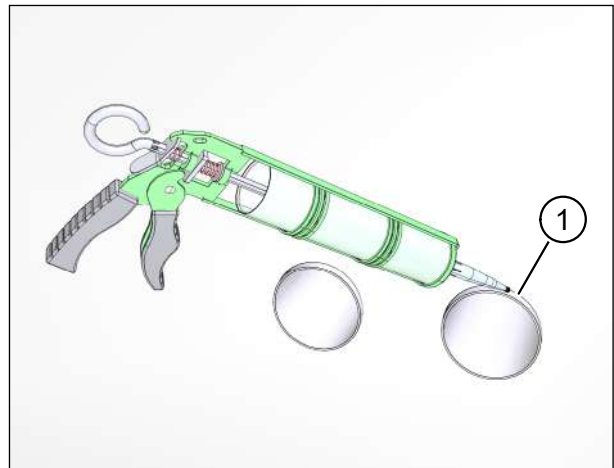

Abb. 42: Lüftungsrohre an der Außenwand abdichten
- ▶ Fasen Sie beide Rohrdurchbruchkanten (Pos. 1 in Abb. 42) mit ca. 5 x 45° ab, um einen Freiraum für die Dichtungsfugen mit dauerelastischem Dichtstoff zu schaffen.